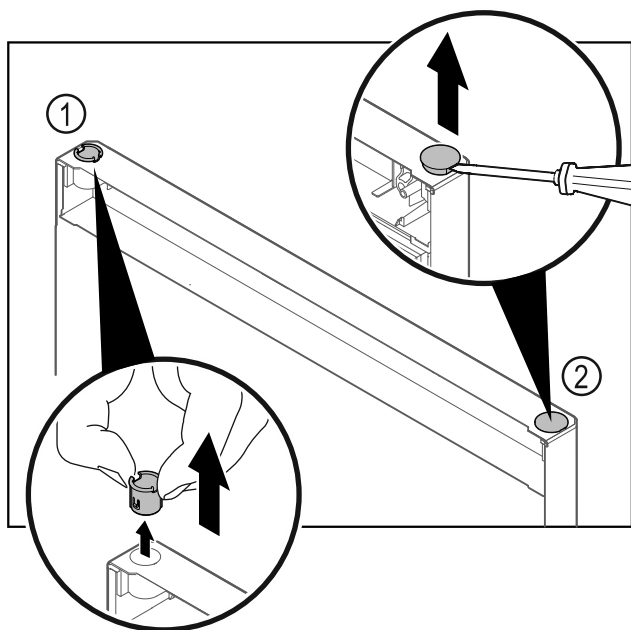

Fig. 17 Porte de la partie réfrigérateur
- Retirer la bague Fig. 17 (1) avec les doigts.
- Soulever délicatement le bouchon Fig. 17 (2) avec un tournevis plat et le retirer.